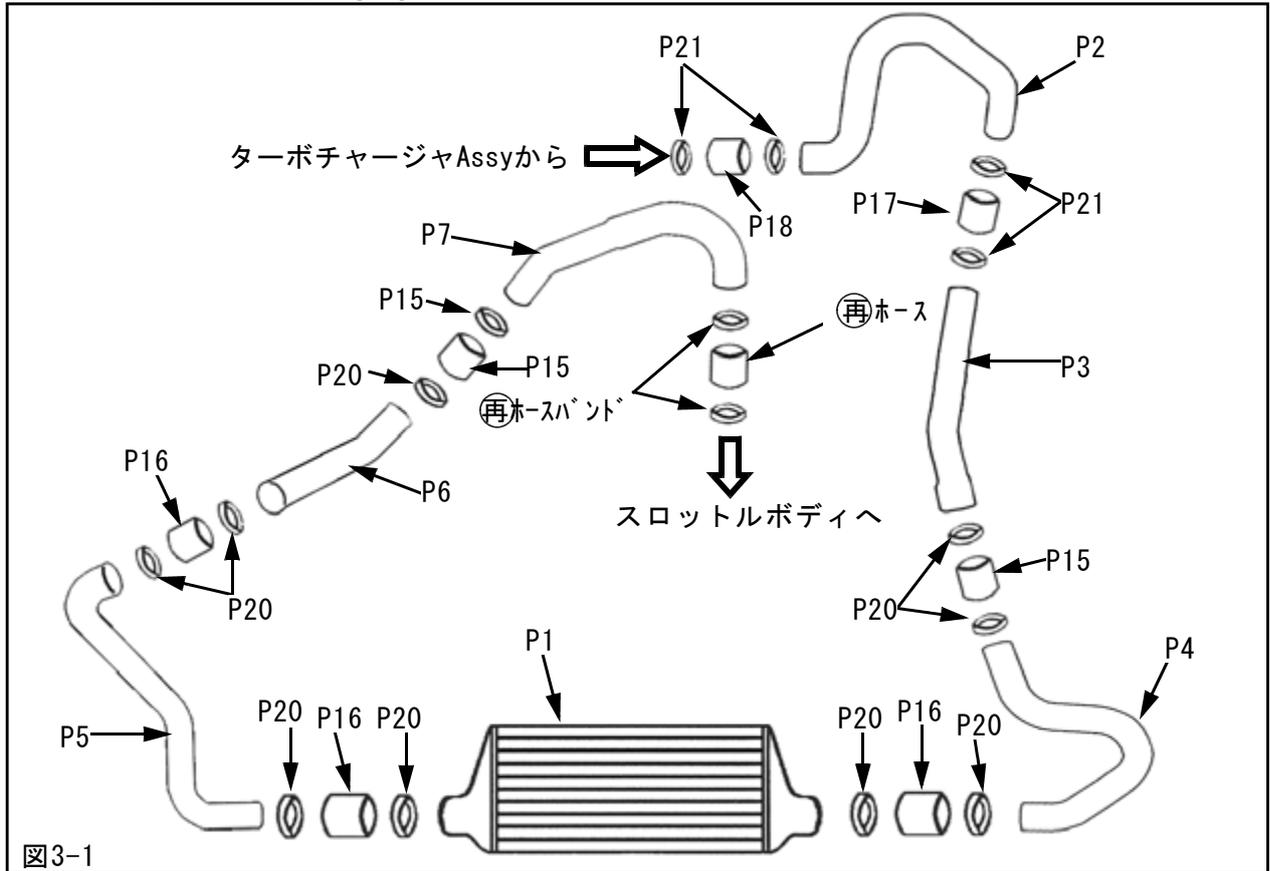

図3-1
- (3) インレットパイプNo.1, インレットパイプNo.2, インレットパイプNo.3をターボチャージャー-インタークーラコアAssy間に仮付けしてください。(図3-1, 図3-3-2, 図3-3-3, 図3-3-4)
- (3-3. (1)でSQVもしくは、プラグプレートを取付けたもの)
(図3-1, 図3-4-1, 図3-4-2, 図3-4-3)